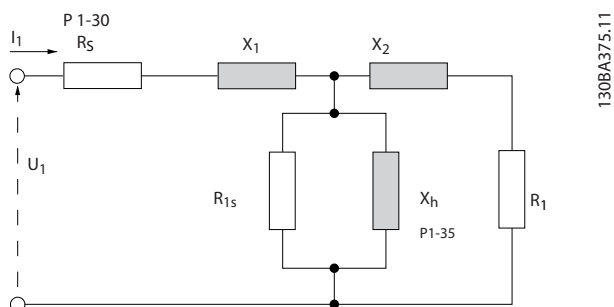

Рисунок 3.4 Эквивалентная схема асинхронного двигателя
• Выполните ААД на холодном двигателе. Преобразователь частоты измеряет это значение на двигателе. • Введите значение X₂ вручную. Это значение нужно получить у поставщика двигателя. • Воспользуйтесь значением X₂ по умолчанию. Преобразователь частоты определяет значение на основе данных паспортной таблички двигателя. См. Рисунок 3.4. УВЕДОМЛЕНИЕ Значение параметра обновляется после каждой калибровки крутящего момента, если в параметре параметр 1-47 Калибровка крут. мом. на мал. об. выбрано значение [3] 1st start with store (1-й пуск с сохранением) или [4] Every start with store (Каждый пуск с сохранением).